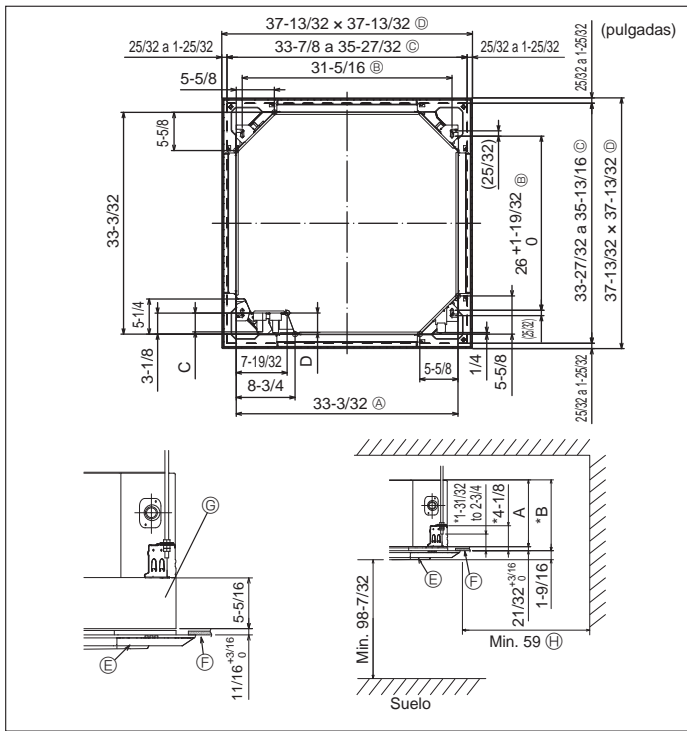

Fig. 2-2
### 2.2. Apertura del techo y ubicación de los tornillos de suspensión (Fig. 2-2)
- Las dimensiones de la apertura del techo pueden ajustarse dentro de los valores indicados en Fig. 2-2; centre la unidad principal en la apertura asegurándose de que los lados opuestos respectivos alrededor de la apertura sean idénticos.